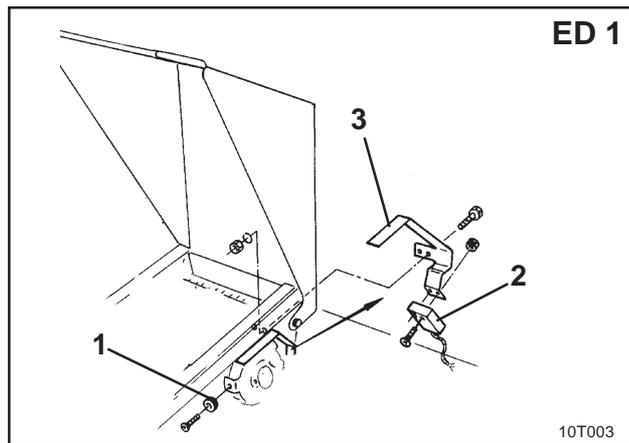
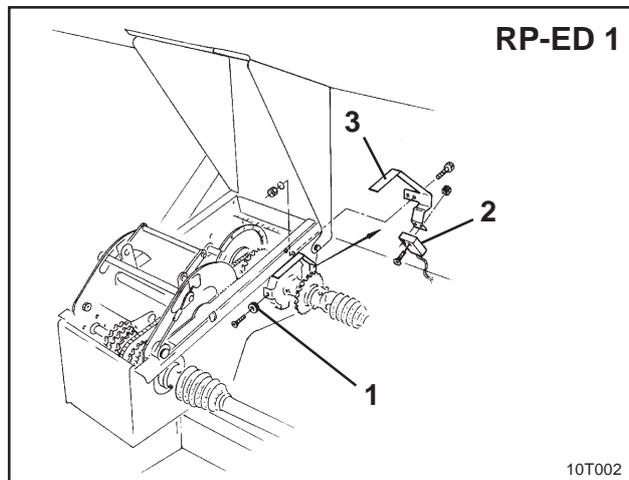

Fig. 6.4
Fig. 6.5
Sensor und Magnet bei **ED 1** (Fig. 6.4) bzw. **RP-ED 1** (Fig. 6.5) am Eingang des Kettenradverstellgetriebes befestigen:
- Magnet (Fig. 6.4/1 bzw. Fig. 6.5/1) mit Schneidschraube M4 x 10 an der Impulsscheibe der Getriebeeingangswelle anschrauben.
- Zur Befestigung des Sensors Impulshalter (Fig. 6.4/3 bzw. Fig. 6.5/3) lösen und anschließend wieder anschrauben.
- Sensor (Fig. 6.4/2 bzw. Fig. 6.5/2) am Impulshalter (Fig. 6.4/3 bzw. Fig. 6.5/3) anschrauben.